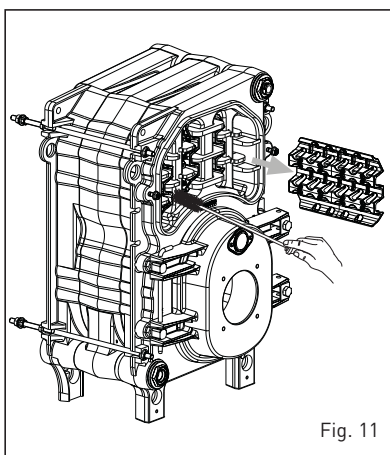

Fig. 11
3.3.1 Lato fumi caldaia (fig. 11)